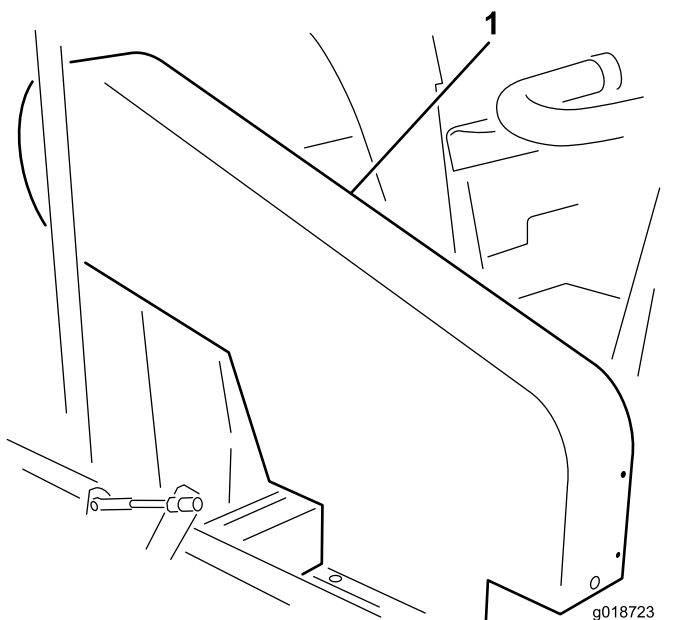

Bild 19
Hinweis: Zum Prüfen der Riemenspannung müssen Sie nicht die obere Riemenschutzvorrichtung abnehmen (Bild 19). Wenn Sie die Riemenschutzvorrichtung entfernen, nehmen Sie die vier Schrauben, Scheiben und Muttern ab, mit denen die Schutzvorrichtung am Rahmen befestigt ist. Setzen Sie die Maschine nicht mit abgenommenen Schutzvorrichtungen ein.
Prüfen Sie die Spannung. Bringen Sie hierfür eine Kraft von 18-22 N auf den Riemen in der Mitte des Gebläserads und der Riemenscheiben der Kupplung auf. Der Riemen sollte sich 1,3 cm durchbiegen. Wenn der Durchbiegungswert falsch ist, siehe Einstellen des Treibriemens des Gebläserads \(Seite 27\). Wenn der Durchbiegungswert richtig ist, setzen Sie den normalen Einsatz fort (Bild 19).
Prüfen Sie die Spannung. Bringen Sie hierfür eine Kraft von 18-22 N auf den Riemen in der Mitte der Zwischenwelle und der Riemenscheiben der Kupplung auf. Der Riemen sollte sich 6 mm durchbiegen. Wenn der Durchbiegungswert falsch ist, siehe Einstellen des Zwischenwelleriemens \(Seite 27\). Wenn der Durchbiegungswert richtig ist, setzen Sie den normalen Einsatz fort (Bild 19).
1. Entfernen Sie die vier Schrauben, Scheiben und Muttern, mit denen die obere Haube am Rahmen befestigt ist (Bild 19).